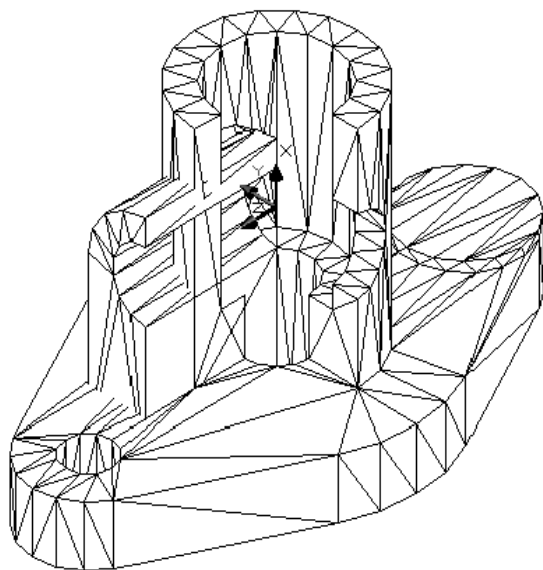

图 7-88
(26) 单击【绘图】工具栏上的  按钮，把上面的图形创建一个面域。
(27) 单击【绘图】下拉菜单中的【实体】子菜单中的【拉伸】选项。将上面创建的面域拉伸“-28”。如图 7-88 所示：